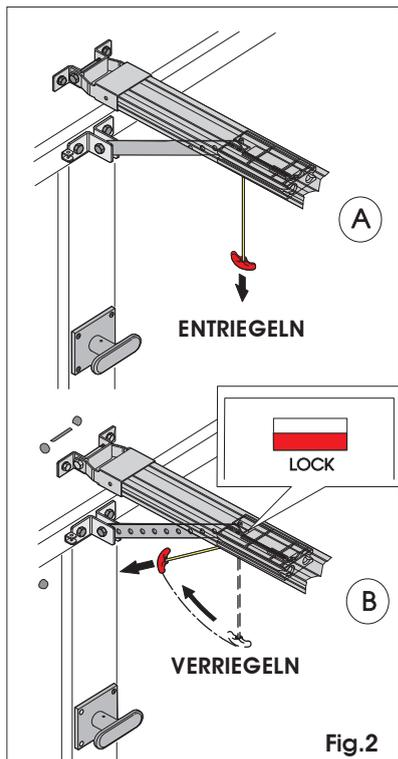

Fig.2
- Den Antrieb entriegeln und hierzu den Freigabeknauf nach unten ziehen (Abb. 2 Bez. A).
- Die Automation erneut verriegeln und hierzu den Griff waagrecht ziehen (Abb. 2 Bez. B) und sicherstellen, dass das Fenster „LOCK“ unterhalb des Schlittens beim Loslassen rot ist. Dies bedeutet, dass der Betrieb ordnungsgemäß wiederhergestellt wurde.